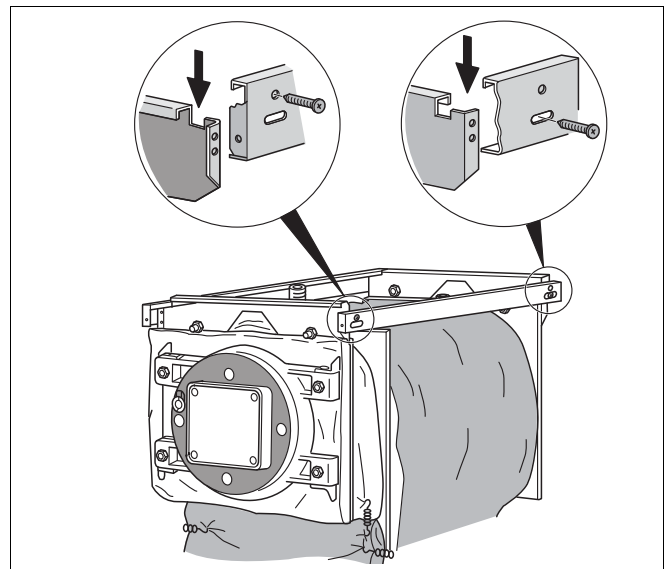

Рис. 11 Установка и крепление боковых траверс
- U-образную отбортовку боковых траверс установите в вырезы передней и задней траверс. Закрепите 2 саморезами: спереди в круглом отверстии, сзади в удлиненном отверстии (рис. 11).